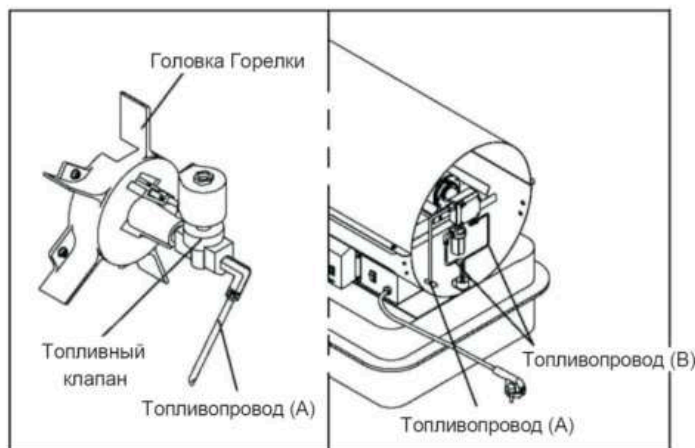

Рис. 12. Проверка топливпровода
- Проверьте затяжку всех резьбовых соединений топливпровода (А), используя ключ 1,4" (см. рис.12).